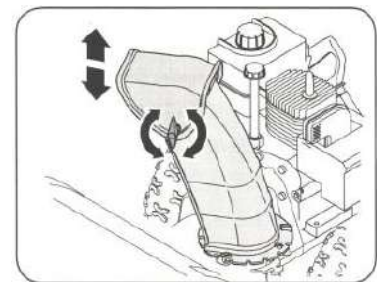

Figure 30
2. Faites pivoter la goulotte vers le haut ou le bas avant de resserrer le bouton d'aile, voir la figure 30.